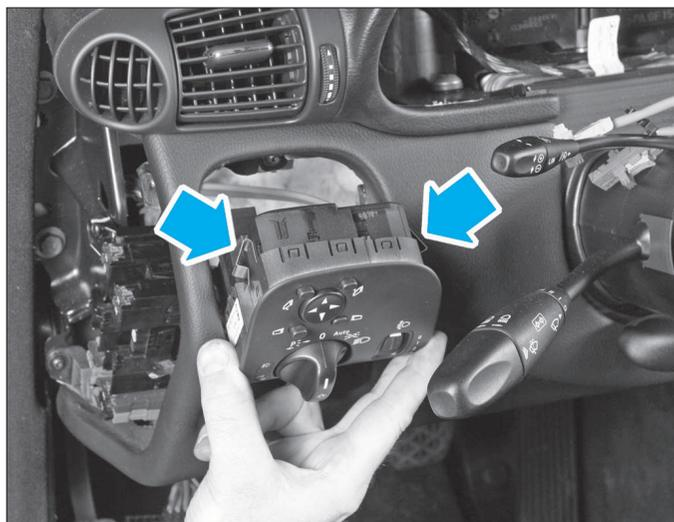

FIG. 32
- la commande d'éclairage (Fig.32).